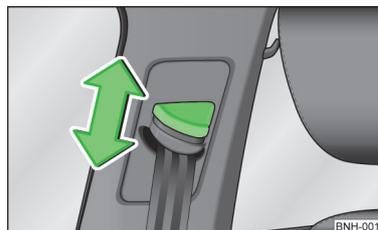

Fig. 118
- Presionar el herraje de inversión y desplazar en el sentido deseado, hacia arriba o hacia abajo » fig. 118.